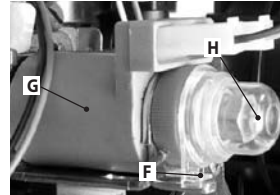

Figura 7.3
- Rimuovere il tappino di protezione "H" dell'operatore modulante "G" in Figura 7.3 ruotandolo in senso orario per liberarlo dal fermo "F" e facendo leva con un cacciavite piatto nella scanalatura.
- Rimontare il tappino di protezione "H" in Figura 7.3.